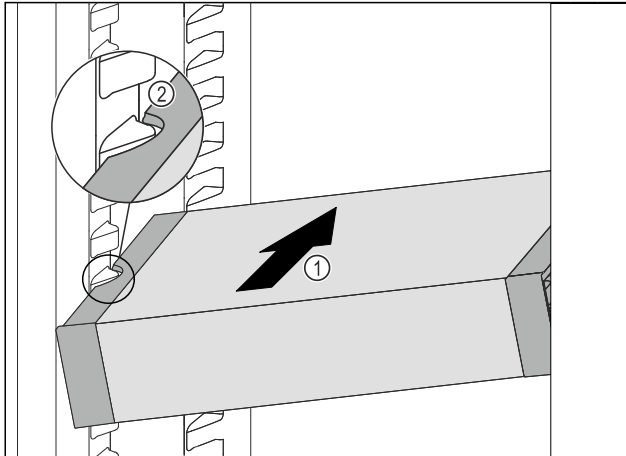

Fig. 123
- VarioSafe schuin in het koelgedeelte schuiven Fig. 123 (1), tot de uitsparingen aan de zijkant Fig. 123 (2) van de VarioSafe op de hoogte van de rib in het koelgedeelte zitten.